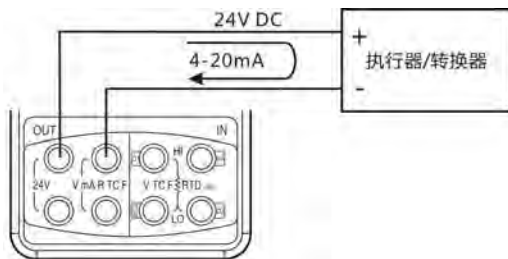
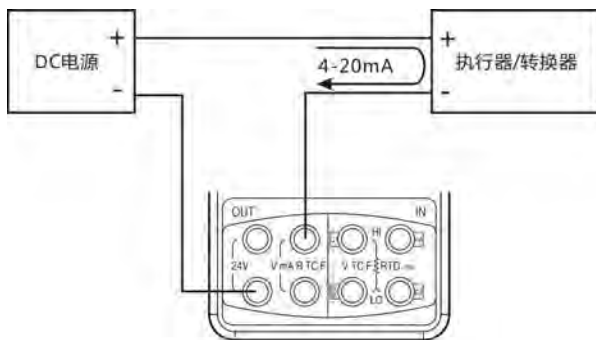
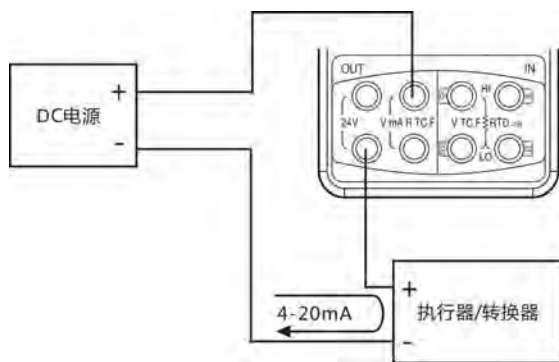

图 4.2 自带 DC 电源 Sink 功能的接线方式
图 4.3a 外接 DC 电源 Sink 功能的接线方式 (1)
图 4.3b 外接 DC 电源 Sink 功能的接线方式 (2)
- 1 按连接端子见图 4.2 或图 4.3a 或图 4.3b。